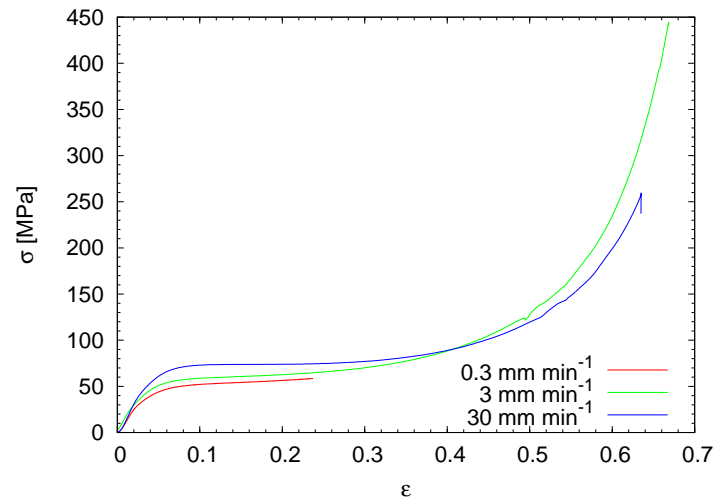

Figura 3: Resultados dos ensaios de compressão em PP.
3. A Figura 3 mostra o resultado de ensaios de compressão realizados em uma aula de laboratório realizada no dia 17/05/2013 em corpos de prova da PP isotático, usando três velocidades de decida do travessão diferentes. Desses resultados obtemos a tabela 1, que mostra o valor da tensão de escoamento para uma deformação total $\varepsilon = -0,1$ (-10%). Com base nesses resultados e assumindo-se que a velocidade de decida do travessão pode ser convertida diretamente em taxa de deformação, dividindo-a por 12 mm (a altura inicial dos corpos de prova), responda: